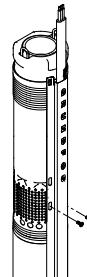

Fig. 7 Fixation du garde-câble à la crépine d'aspiration
- Fixer le protège-câble à la crépine d'aspiration de la pompe à l'aide des deux vis autotaraudeuses fournies, voir la figure 7.